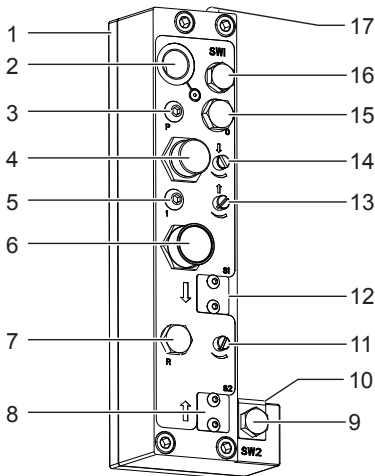

Figure 3
- Régler l'espace entre (1) et (2) de manière à ce qu'il soit égal à la profondeur de perçage requise PLUS la distance du foret au-dessus de la pièce en faisant coulisser (3).
- Bloquer l'ensemble en position à l'aide de (4) au couple recommandé.
- Placer l'HCU en (3).
- Régler l'espace entre (6) et (7) à la distance requise au-dessus de la pièce.
- Dévisser (8) en l'éloignant de l'HCU pour ajuster la résistance de l'HCU à sa valeur minimum.
- Ouvrir à fond (13) Figure 3.
- Fermer (11) Figure 3.
- Brancher l'alimentation d'air et appuyer sur (6) Figure 3.
- Ajuster (11) et (13) Figure 3 pour obtenir les vitesses d'avance et de retrait de l'opération.
- Réaliser quelques essais de perçage pour déterminer l'avance idéale et les réglages de l'HCU à l'aide de (11) Figure 3.